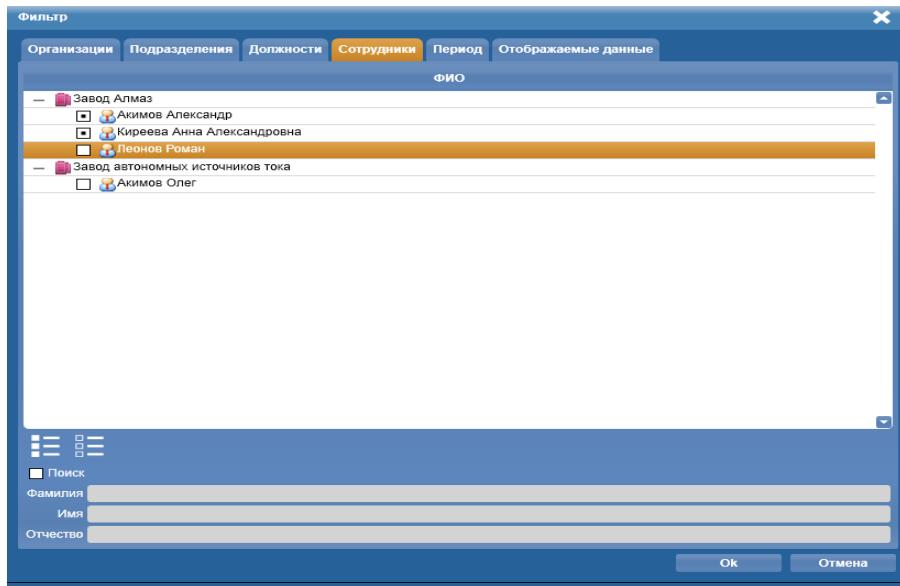

Рисунок 46. Окно Фильтр вкладка Сотрудники
- 5) На вкладке **Сотрудники** (Рис. 46) в поле списка поставить выделения напротив сотрудников, чтобы по ним отображались данные в журнале учета рабочего времени, и снять выделения напротив сотрудников, чтобы данные по ним не отображались. Чтобы настройки данной вкладки не учитывались при формировании данных в журнале учета рабочего времени. Чтобы настройки данной вкладки не учитывались при формировании данных в журнале учета рабочего времени нужно снять все выделения.